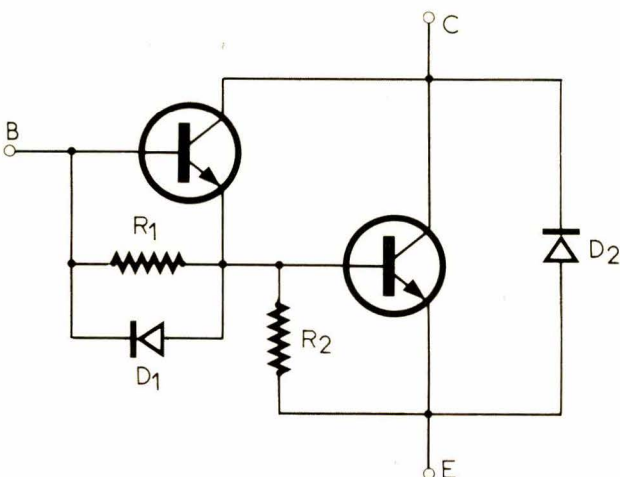

Fig. 7.
- par intégration monolithique (fig. 7) : les fonctions auxiliaires nécessaires au Darlington (diode d'éjection, résistance base-émetteur) sont intégrées sur la même pastille. Malheureusement, certains procédés d'intégration conduisent aussi à avoir une diode « parasite » entre collecteur et émetteur. Cette diode trop lente est mal adaptée au fonctionnement en commutation ;